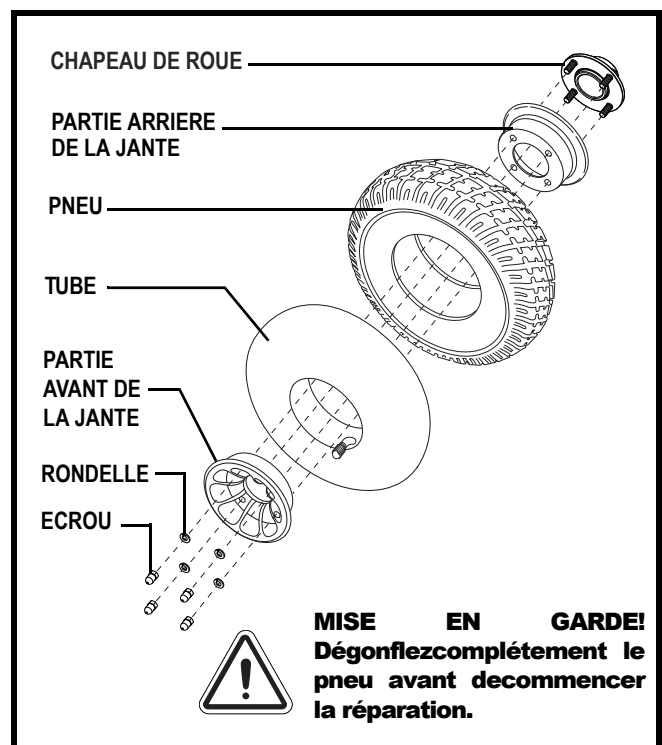

Figure 26. Roue motrice démontée
6. Retirez les écrous et rondelles afin de séparer les moitiés de jante. **Voir la figure 26.**